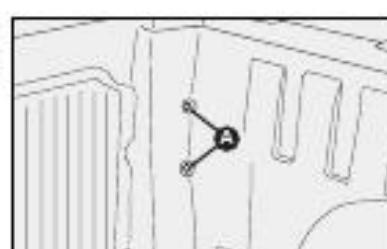

fig. 45
2) utilizando a chave de fenda, soltar os parafusos de fixação da lanterna **A**-fig. 45, aos quais se tem acesso pelo compartimento de carga;